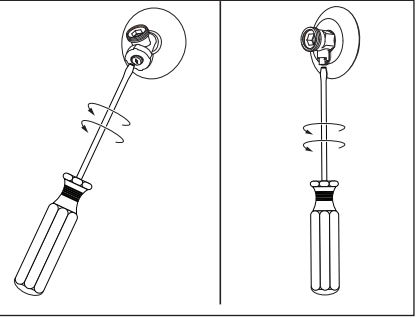

Figure 11 - Vider l'ancien chauffe-eau.
- 8 Ouvrir le robinet de vidange sur le chauffe-eau (Figure 11).